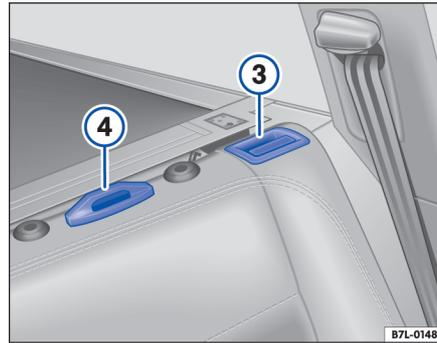

Fig. 57 Respaldo trasero: desbloqueo
- Tire del bloqueo del respaldo hacia arriba ⇒ página 83, fig. 57 ③.
- Abata el respaldo. Asegúrese de que la pieza ④ encaje en la contrapieza del cojín.
Tras levantar el respaldo, cerciórese de que está bien encastrado para que, en caso de un frenazo repentino, los objetos del maletero no salgan disparados hacia el habitáculo. En el bloqueo ⇒ página 83, fig. 57  hay una banda roja que advierte que el respaldo no está encastrado. Si el respaldo está bien encastrado, la banda no se ve. ◀